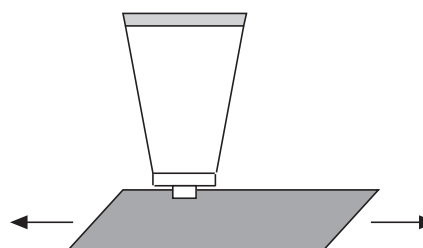

Abb. 2
- 2 - Die Verkrustungen auf der Unterseite der Düse können mit Papier oder Schmirgelpapier bzw. -leinen (wie in Abbildung 2 gezeigt) beseitigt werden.